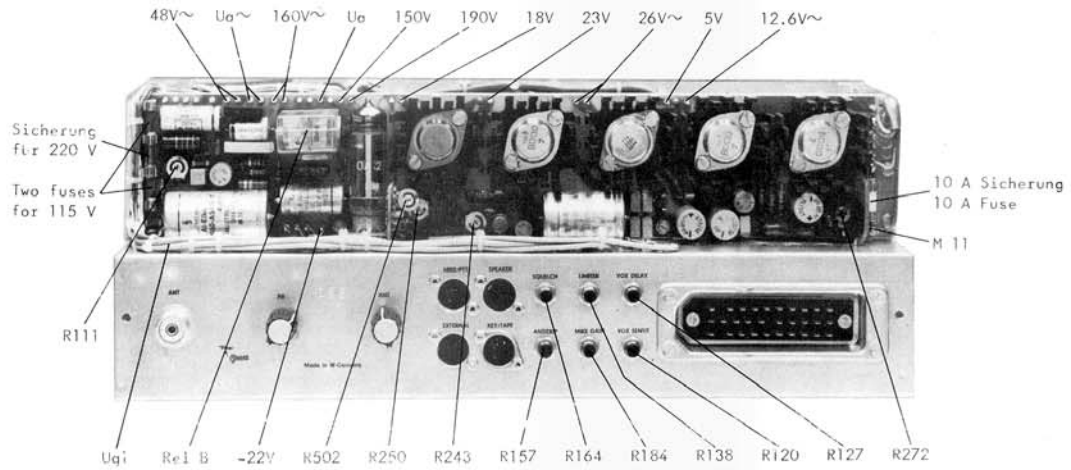

Bild 6 / Figure 6
1. 23 V am Emitter von T 53 (Lötstift 23 V, Bild 6) einstellbar mit R 243 (Bild 6).
2. 18 V am Ausgang von IC 30 (Lötstift 18 V, Bild 6) einstellbar mit R 250 (Bild 6).
5. PA gemessen an den Durchführungskondensatoren und Lötstiften (Bild 6).
6. 5 V am Ausgang von IC 28 (Lötstift 5 V, Bild 6). Versorgt Zähler.
1. Voltmeter mit - an Durchführungskondensator "Ug1" (Bild 6), mit + an Masse. Meßbereich 60 V.
1. 23 V at emitter of T 53 (pin "23 V", Fig. 6) adjusted with R 243 (Fig. 6).
2. 18 V at output of IC 30 (pin "18 V", Fig. 6) adjusted with R 250 (Fig. 6).
5. PA measured at the feed-through condensers and connection pins (Fig. 6).
6. 5 V at output of IC 28 (pin "5 V", Fig. 6).
1. Connect voltmeter with minus to feed-through condenser "Ug1" (Fig. 6), and plus to ground, 60 volt range.